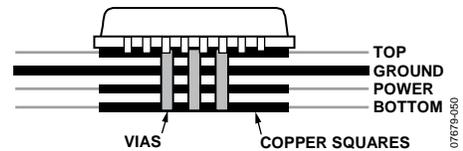

图64. 底部焊盘布局示例，侧视图
- 电路板从顶部到底部的所有层上都应有一个大小与底部焊盘相当的铜层，并且该铜层应在某处连接到专用铜板层(见图64)。